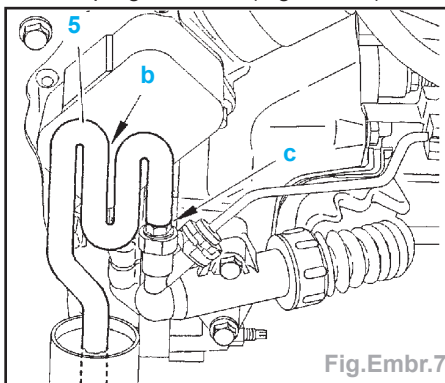

Fig.Embr.7
- Accoupler un tuyau transparent (5) sur la vis de purge, en «c» (Fig.Embr.7).